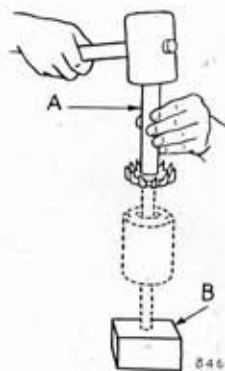

Fig. 7
I. — Remontez les ventilateurs intérieurs à l'aide d'une douille A de même diamètre que la bague intérieure des roulements. (Fig. 7).